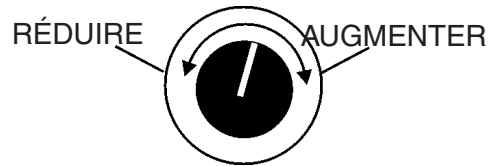

Figure 22. Bouton du régulateur de tension
3. Tourner le bouton du régulateur de tension (Figure 22) dans le sens horaire pour augmenter la tension de sortie, tourner dans le sens antihoraire pour diminuer la tension de sortie. Utiliser le bouton de réglage du régulateur de tension à chaque fois qu'un réglage fin de la tension de sortie est nécessaire.
3. Tourner le bouton du régulateur de tension (Tableau 7 Figure 22) dans le sens horaire pour augmenter la tension de sortie, tourner dans le sens antihoraire pour diminuer la tension de sortie. Utiliser le bouton de réglage du régulateur de tension à chaque fois qu'un réglage fin de la tension de sortie est nécessaire.